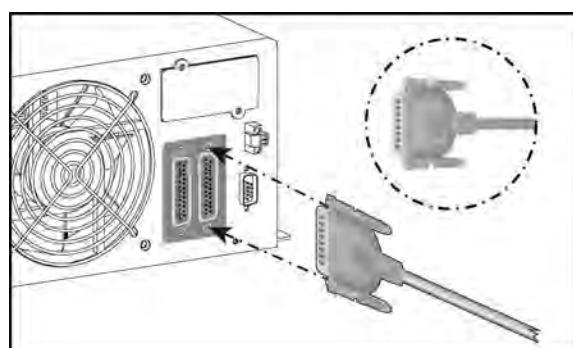

рис. 3.4.2.c
- Подключите кабель, входящий в комплект поставки ИБП (рис. 3.4.2.c).